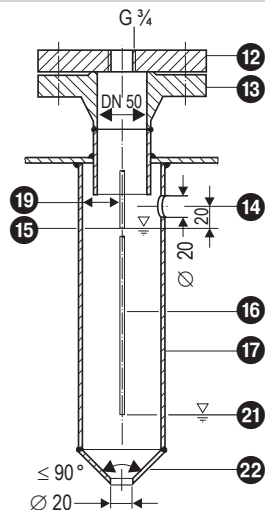

Рис. 5 Защитная труба (предоставляется заказчиком) для внутреннего монтажа
- Уровневый трансмиттер NRGT 26-1 может быть установлен вместе с уровнем электродом GESTRA для регулирования или ограничения уровня воды в общую защитную трубу или в измерительную камеру (внутренний диаметр 100 мм). **Рис. 5 – 8.** При внутреннем монтаже уровеньный электрод для ограничения уровня воды должен быть удален от верхнего компенсационного отверстия минимум на 40 мм.